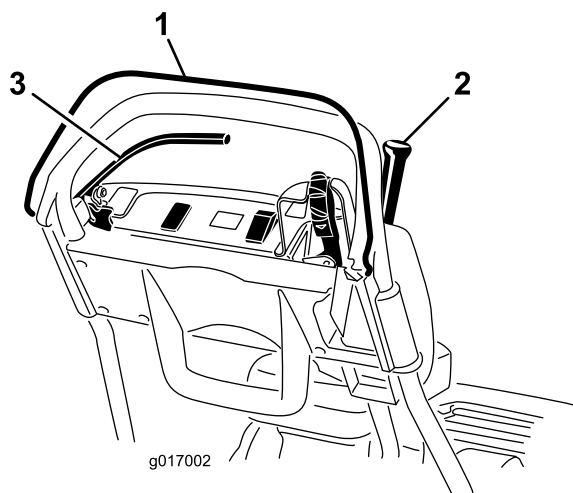

図 27
3. OPC を解除した状態で、走行レバーを入れる（図 27）。レバーが入らなければ正常。走行レバーが入るのはインタロックシステムの異常であるから修理する。必ず修理してから使用すること。「インタロックスイッチの整備」を参照。
4. OPC を押し、走行レバーを入れた状態から OPC を解除する（図 27）。走行レバーが外れれば正常。走行レバーが外れないのはインタロックシステムの異常であるから修理する。必ず修理してから使用すること。「インタロックスイッチの調整」または「走行コントロールの調整」を参照。
5. OPC を押し、シフトレバーを左に入れて走行とリール回転を開始し、OPC を解除する（図 27）。走行レバーが外れれば正常。走行レバーが外れないのはインタロックシステムの異常であるから修理する。必ず修理してから使用すること。「インタロックスイッチの調整」または「走行コントロールの調整」または「リールコントロールの調整」を参照。
6. OPC を押し、シフトレバーを左に入れて走行とリール回転を開始し、その状態からシフトレバーを右に操作してリール回転を解除する（図 27）。リール駆動が解除されれば正常。走行レバーが外れないのはインタロックシステムの異常であるから修理する。必ず修理してから使用すること。「リールコントロールの調整」を参照。
2. OPC を押し、走行レバーを入れた状態とし、エンジンコントロールを始動位置にする（図 27）。エンジンの始動を試みる。始動できなければ正常。エンジンが掛かるのはスイッチの異常であるから修理する。必ず修理してから使用すること。「インタロックスイッチの整備」を参照。
2. 走行レバーを解除した状態とし、常用ブレーキを掛けた状態とし、エンジンコントロールを始動位置にする（図 27）。エンジンの始動を試みる。エンジンが始動すれば正常。エンジンが掛からないのはスイッチの異常であるから修理する。必ず修理してから使用すること。「インタロックスイッチの整備」を参照。
3. エンジンを始動させ、常用ブレーキ（駐車ブレーキではなく）を掛け、OPC を押した状態から走行レバーを入れる（図 27）。機体が走行しようとするが、エンジンは停止しない。エンジンが停止するのはスイッチの異常であるから直ちに修理する。必ず修理してから使用すること。「インタロックスイッチの整備」を参照。
4. エンジンを始動させ、駐車ブレーキラッチを掛け、OPC を押した状態から走行レバーを入れる（図 27）。エンジンが停止すれば正常。エンジンが停止しないのはスイッチの異常であるから修理する。必ず修理してから使用すること。「インタロックスイッチの整備」を参照。